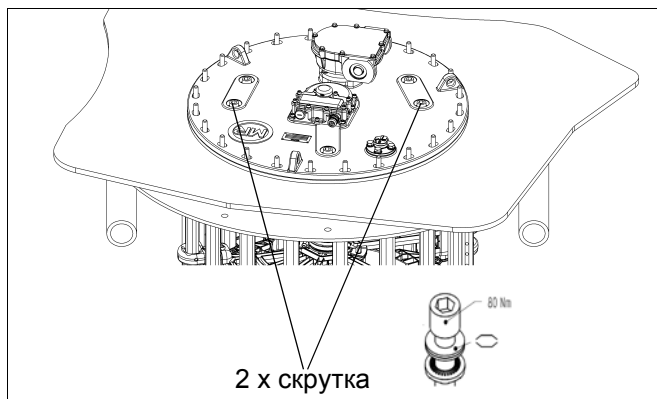

рис. 80
5) Прикрутите 2 остальных болта (M16 x 60 со стопорными элементами, $Md = 80+10$ Нм (**рис. 80**).